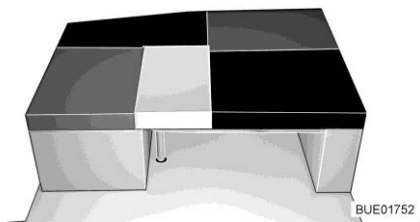

Bild 158 Efter ombyggnaden
- Lägg ryggdynan av sidosätet/sidosittbänken på bordet (mellan sittedyna av sidosätet/sidosittbänken och den extra dynan, se Bild 158).